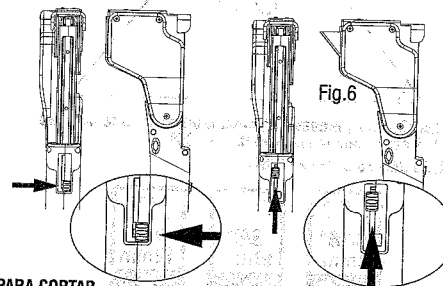

Fig. 6
1. Deslice el botón de extensión de la hoja hacia un lado y empuje hacia adelante como se muestra en la fig. 6.